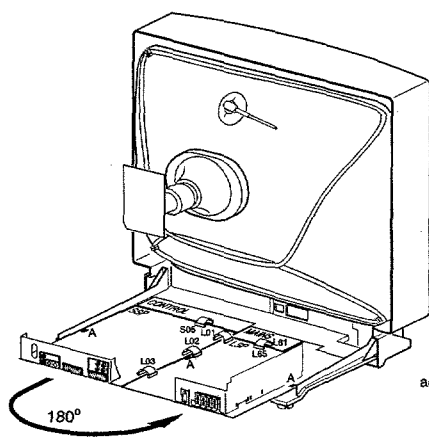

Fig. 1
- Détacher les connexions L01, L02 et L03 entre le LSP et le SSP (voir figure 1).
- Scollegare LO1, LO2 e LO3 tra il LSP e il SSP (vedere fig. 1).